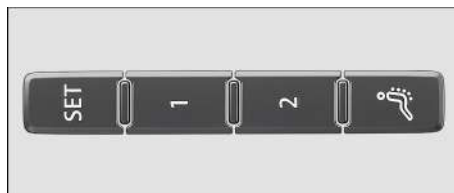

Fig. 111 En el lateral exterior del asiento del conductor: teclas de memoria.
5. Pulse la tecla **SET** → fig. 111 durante más de 1 segundo.
8. Pulse en el asiento la tecla de memoria que desee → fig. 111 y manténgala presionada hasta que finalice el proceso de activación.
2. Pulse la tecla **SET** → fig. 111 y manténgala presionada hasta que finalice el proceso de desactivación.